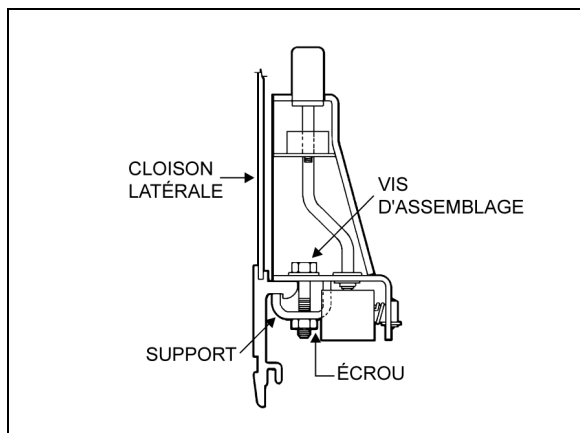

FIGURE 86: ACCOUDOIR
4. Retirer les deux vis d'assemblage, les deux écrous et les deux rondelles qui fixent le châssis de siège au panneau latéral et retenir les deux supports. Voir la Figure 86.